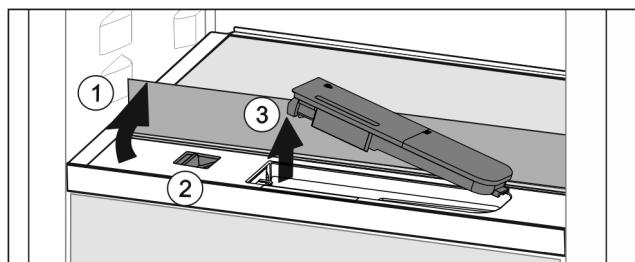

Fig. 127
- Поднять стеклянную панель и откинуть до упора назад Fig. 127 (1).
- Сдвиньте ползунок Fig. 127 (2) влево.
- Вынуть бак для воды Fig. 127 (3).